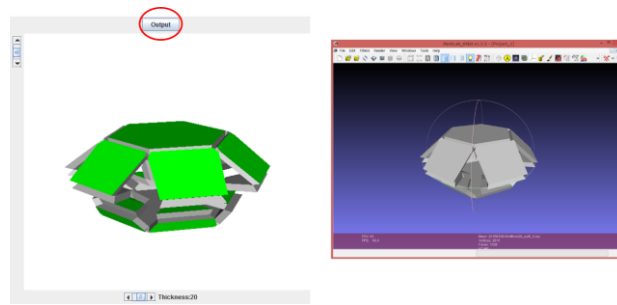

Fig.5 3D のアニメーション画面（左図）と出力された 3D モデルを Meshlab で表示した画面（右図）
4.2 3D の折りたたみアニメーションによってチェックする[Fig.5 の左]
- ・上側にある Output ボタンを押すと、スクリーン上の折りたたみ状態が 3D ファイル (.obj) として出力される[Fig.5 の右]